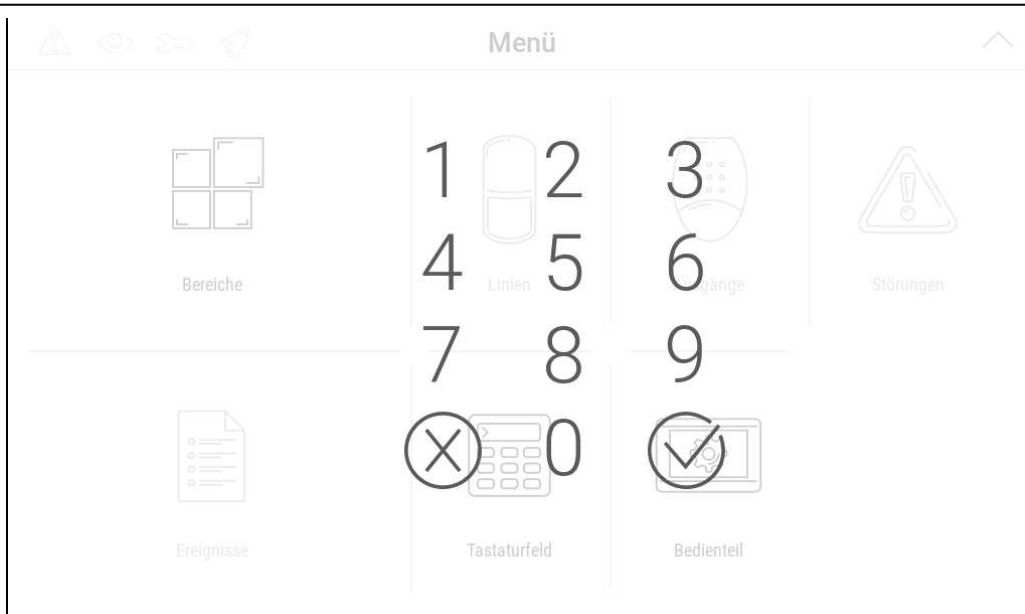

Abb. 14. Bildschirmtastatur.
- Wischen Sie den Bildschirm nach oben. Es wird die Tastatur angezeigt (Abb. 14).